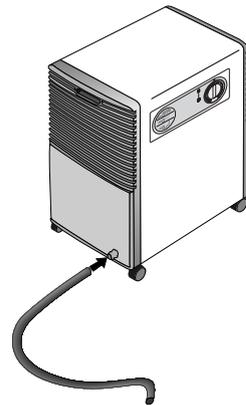

Fig. 3
N.B. No portinha do aparelho existe um furo para a passagem do tubo (fig. 3). Antes de fazer com que o tubo passe por este furo, deve-se remover a parte central do furo. Prestar atenção para que o tubo não tenha de superar desníveis, caso contrário a água ficará no depósito.